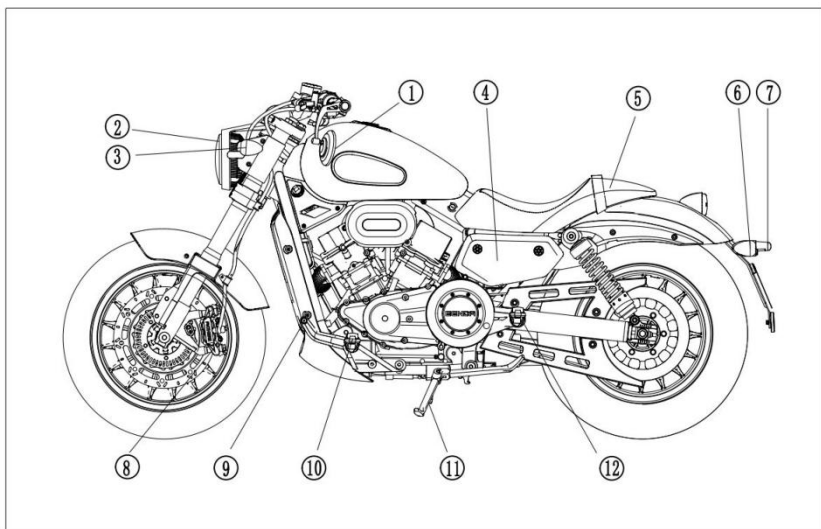

图 1
1、(图 1)
- ①左后视镜
- ②前照灯
- ③前左转向灯
- ④蓄电池(护板内蓄电池盒)
- ⑤座垫
- ⑥后左转向灯
- ⑦后牌照灯
- ⑧前制动钳
- ⑨变档杆
- ⑩前左脚蹬